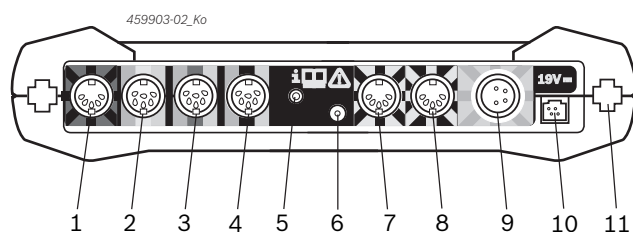

Fig. 2: Tilkoblingslist FSA 500 (nedenfra)
Tilkobling, se fig. 2, pos. 6.
5. Koble sensorene til pluggplassene på måleenheten (se fig. 2).